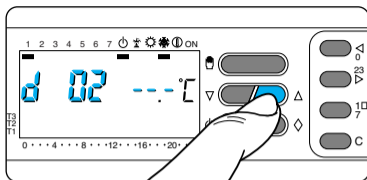

Fig. 72
**13.8** - Premere il pulsante  oppure  sino a raggiungere il numero di giorni desiderato da 1 a 99 (fig. 72).